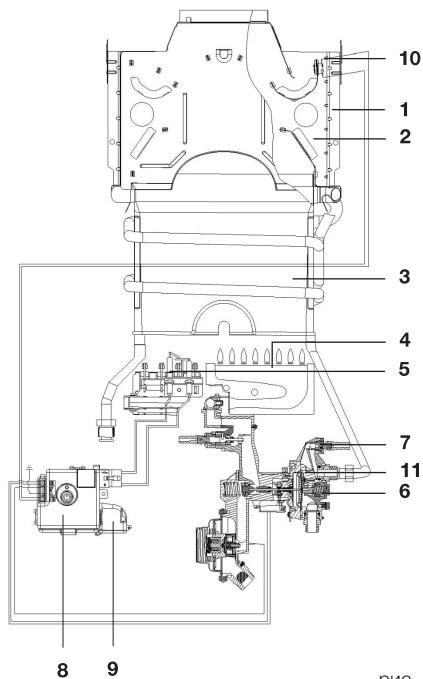

рис. 4
- Отвинтите винт крепления кожуха, расположенный под регулятором мощности (регулятором расхода газа) на панели (рис. 4).